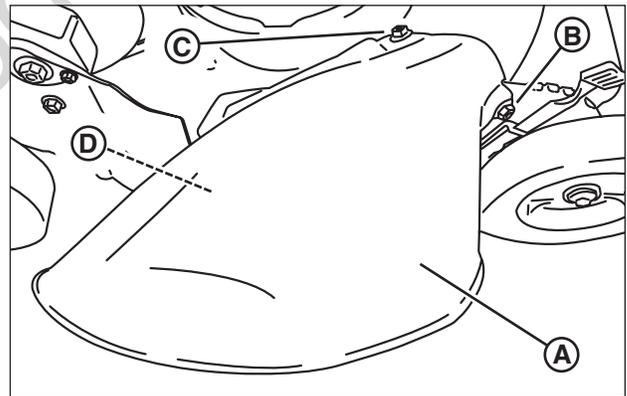

Figure 9: Installation du déflecteur d'éjection
2. Posez le déflecteur (**A, Figure 9**) sur le plateau à la place du couvercle de déchiquetage en vous assurant que :